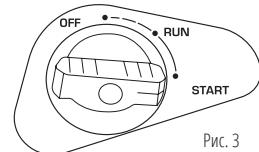

Рис. 3
- Поверните ручку воздушной заслонки в положение START. (Рис. 3)